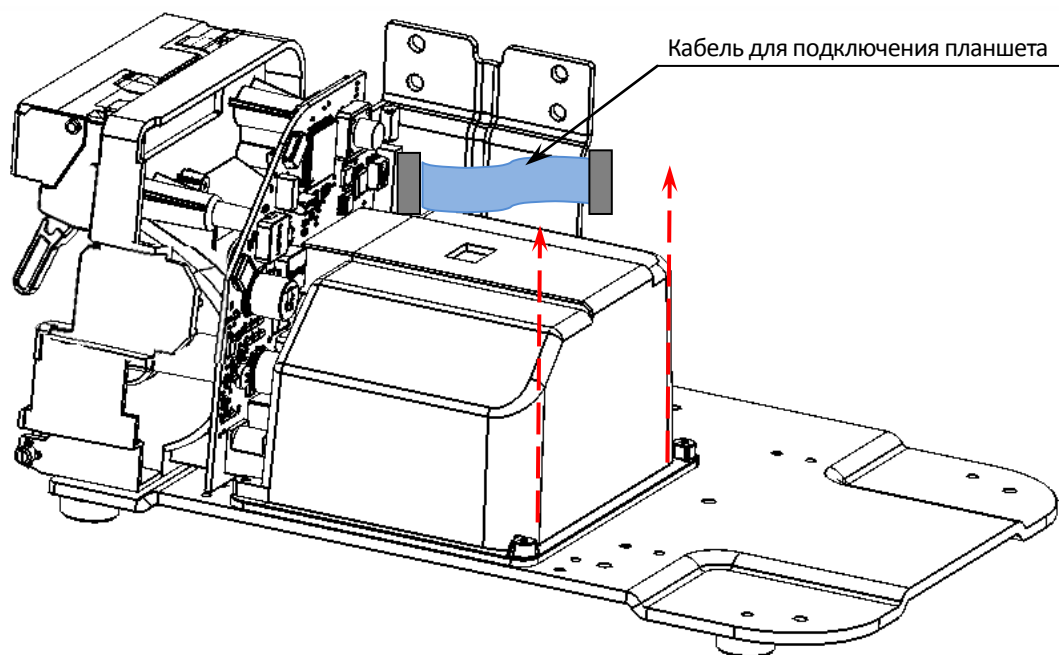

Рисунок 32. Отделение задней части отсека от дна корпуса ККТ
16. Аккуратно установить отсек, совместив проемы отсека со стойкой подрамника и разъемами БУ (рисунок 32).